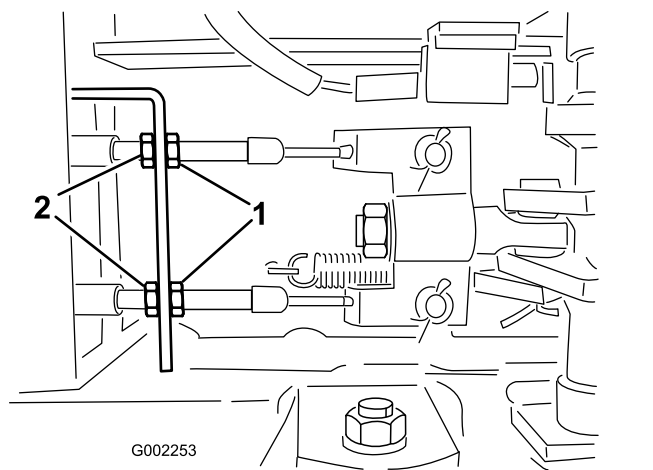

图 96
5. 松开打药机前端下面的刹车线上的前锁紧螺母图 96。
6. 均匀地旋紧后锁紧螺母直至刹车踏板移动 12cm 时即感觉到阻力图 96。